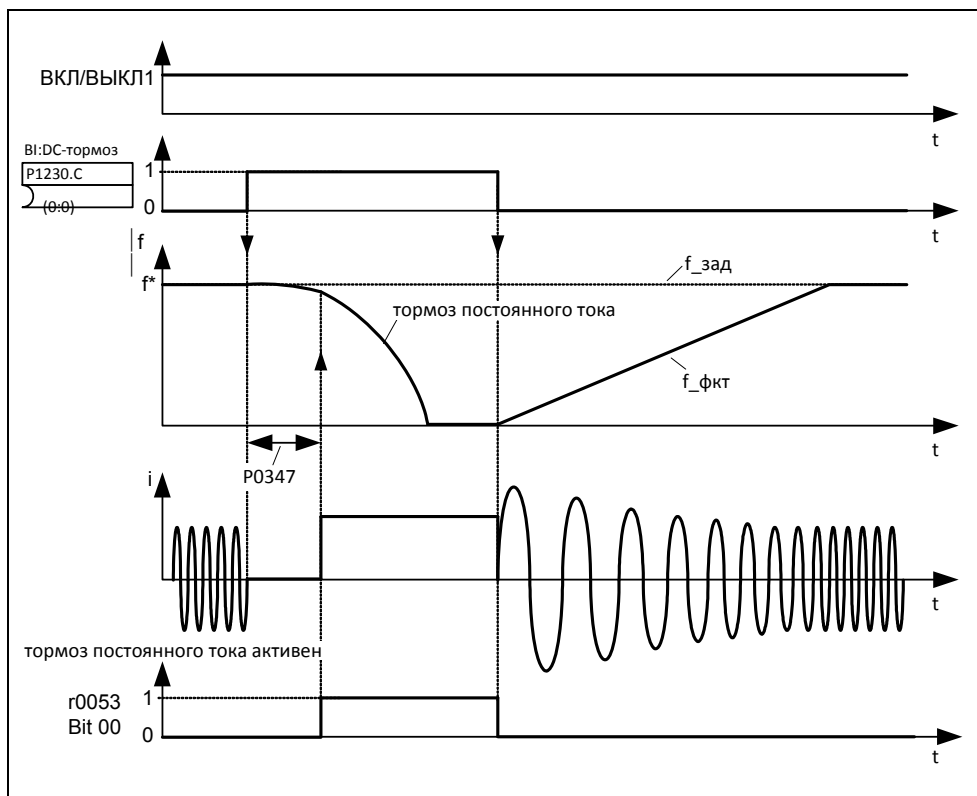

Рис. 3-64 DC-тормоз после выбора с внешнего устройства
**Процесс ②**
1. Разрешение и выбор через BICO-параметр P1230 (см. рис. 3-64).